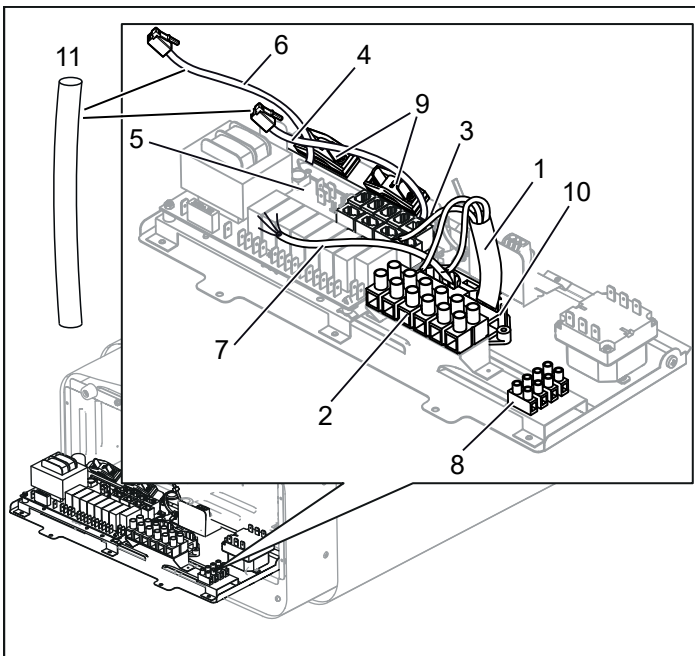

Рисунок 9: Монтажная плата
4. Проведите кабель для панели управления и датчика температуры через проходные кабельные втулки (3). Подключите кабель панели управления (4) к одному из четырех контактов RS485 (позиции 6-9) (см. Рисунок 9) согласно схеме соединений (см. раздел Подключение/схема соединений).
5. Подключите кабель датчика (6) к контакту NTC на монтажной плате (позиция 1) (5) (см. раздел Подключение/схема соединений) согласно схеме соединений (см. раздел Подключение/схема соединений, страница 39).
6. Подключите кабель освещения (если таковой имеется) (7), см. Рисунок 9, к клемме (8) согласно схеме соединений, Рисунок 17.